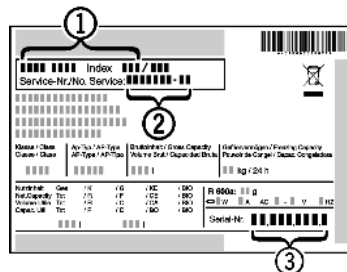

Fig. 20
- ▶ Считать обозначение устройства *Fig. 20 (1)*, сервисный номер *Fig. 20 (2)* и серийный номер *Fig. 20 (3)* с заводской таблички. Заводская табличка находится внутри устройства слева.